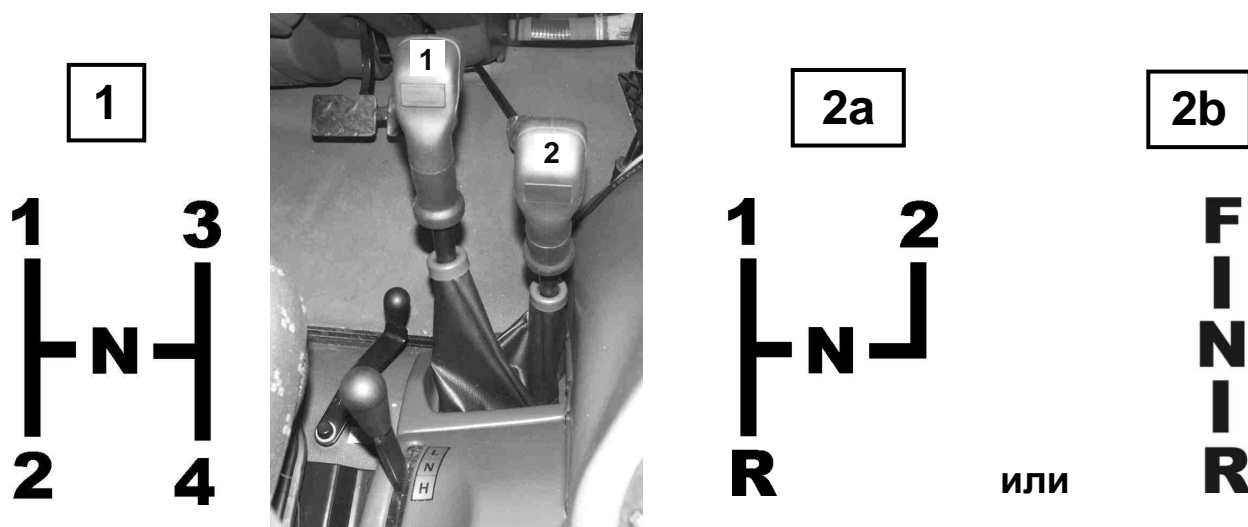

Рисунок 5-4. Рычаг переключения передач в тракторах PRONAR ТИП P5
- убедиться, что рычаг 2 (рис. 5-4) выбора группы передач и рычаг 1 переключения передач находятся в нейтральном положении N. (обратите внимание на схему переключения передач, которая находится на рукоятке рычага).